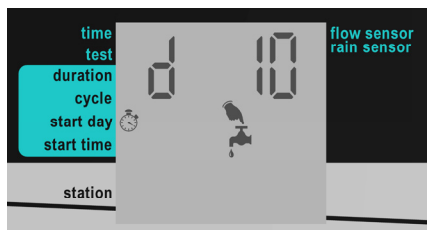

Figura 22: Exemplo de tela de dia de início
1. A partir da tela principal, pressione \hookrightarrow , até que apareça a tela Start Day (Figura 22). A visualização, por padrão, é "d 00", o que indica zero dias. Estabelece-se este valor para o dia de início, o programa de irrigação começará no dia atual à hora de início determinada. Caso essa hora tenha passado para o dia atual, o programa começa nessa hora no dia seguinte.
2. Pressione + e - para aumentar e diminuir o número de dias. Na Figura 22, o valor está estabelecido em 10 dias.